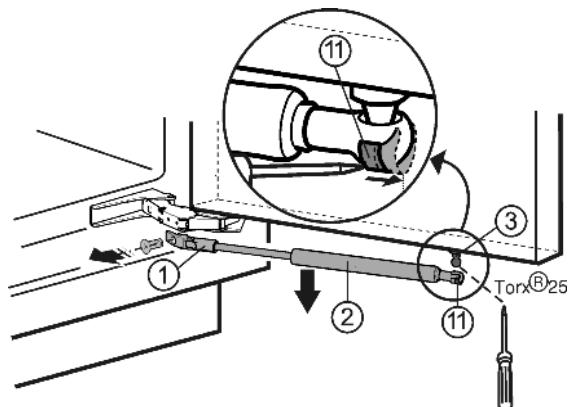

Fig. 3
- С помощью отвертки сдвиньте натяжную пружину Fig. 3 (11) наружу.
- Снимите амортизатор закрывания дверей Fig. 3 (2) вниз.
- Открутите держатель Fig. 3 (1).
- Открутите шаровую головку Fig. 3 (3) (Torx® 25).